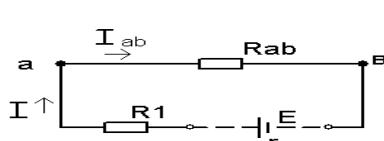

рис. 3
2.5. Эквивалентное сопротивление цепи относительно зажимов источника (рис. 3):
3. Определим ток всей цепи: (закон Ома для цепи, рис. 3).
4.1. $I_1 = I_{ab} = I = 5 \text{ A}$ (схема рис. 3);